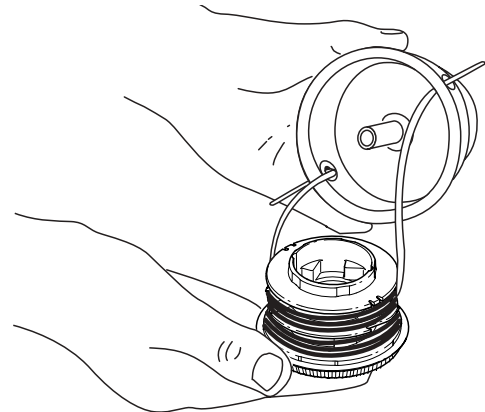

Fig. 23
3. Insérez les extrémités du fil du moulinet intérieur neuf dans les œillets de la bobine extérieure (Fig. 23). Enfoncez le moulinet intérieur neuf, flèche vers le haut, dans la bobine extérieure.
3. Retirez de la bobine extérieure le moulinet intérieur avec son fil (Fig. 23).